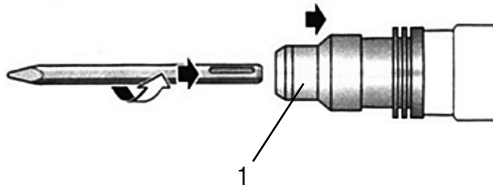

Fig. 2 – Instalação do acessório
Encaixe o acessório no engate do equipamento, puxe a capa do mandril (1), gire e empurre o acessório para dentro do engate até travar automaticamente. Puxe o acessório para ter certeza de que está travado (Fig. 2).